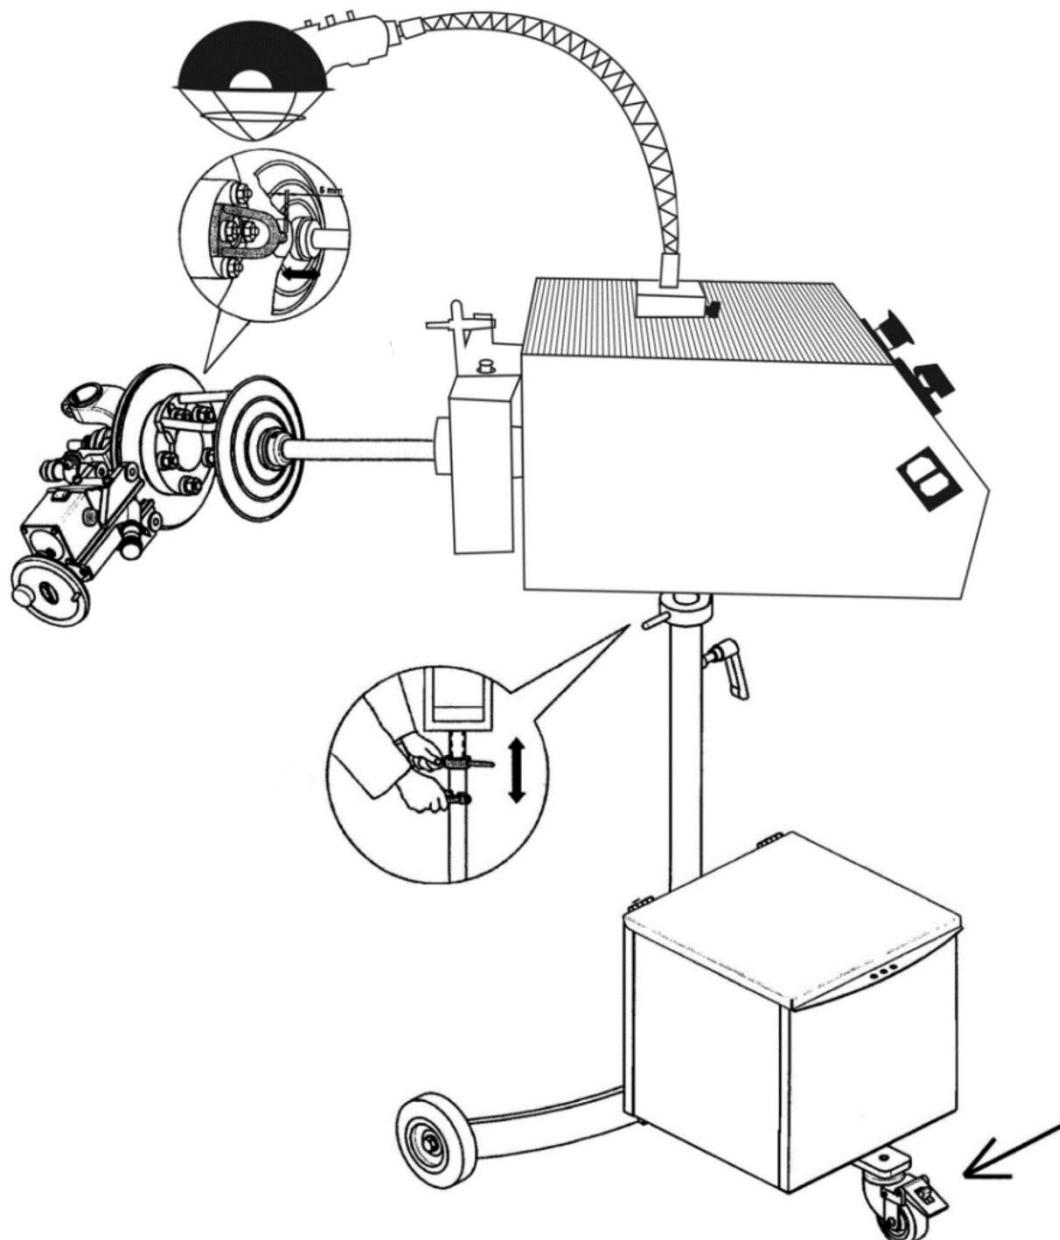

Рисунок 30
7.6.3 При необходимости подложите шайбу между универсальным кронштейном и отверстием для крепления тормозного суппорта (рис. 30), чтобы блок проточки был установлен согласно (рис. 30, 31).
7.7.3 Ослабьте фиксирующую ручку на пол оборота (рис. 30)
7.7.5 Пододвиньте приводную скобу к приводному адаптеру, оставив зазор 5 мм (рис. 30).
- 7.8.5** Проведите финальную регулировку высоты для уменьшения вибрации (рис. 30).